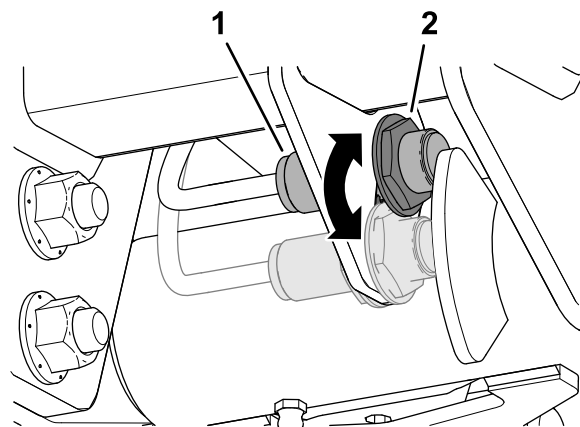

Figura 53
3. Afloje la contratuerca que sujeta el interruptor del brazo de elevación a la placa de los interruptores (Figura 53).